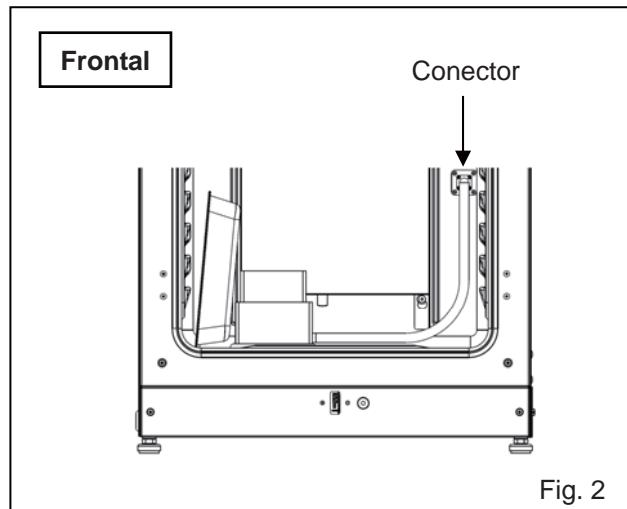

Fig. 2
- Retire la tapa del conector del lado derecho inferior en el extremo opuesto de la cámara. Conecte el generador de H₂O₂ y el conector con el cable suministrado (Fig. 2).